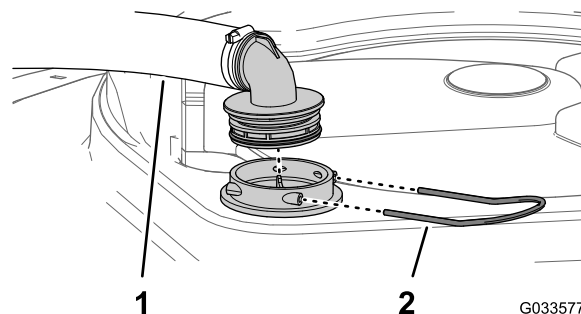

Figura 28
2. La partea de sus a rezervorului de pulverizare, îndepărtați opritorul care fixează racordul de furtun ataat la furtunul mare de la carcasa filtrului (Figura 28).
3. Îndepărtați furtunul i racordul pentru furtun de la carcasa filtrului (Figura 28).